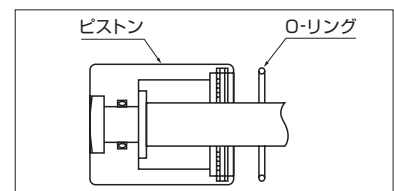

Fig.34
- ① O-リング及びロッドシールにグリースを塗布する。
- ② 各BFダイヤフラムの両面に潤滑剤（例：二硫化モリブデン粉末）を塗布する。
- ③ a) ピストンへO-リングをはめ込む。(Fig.34)